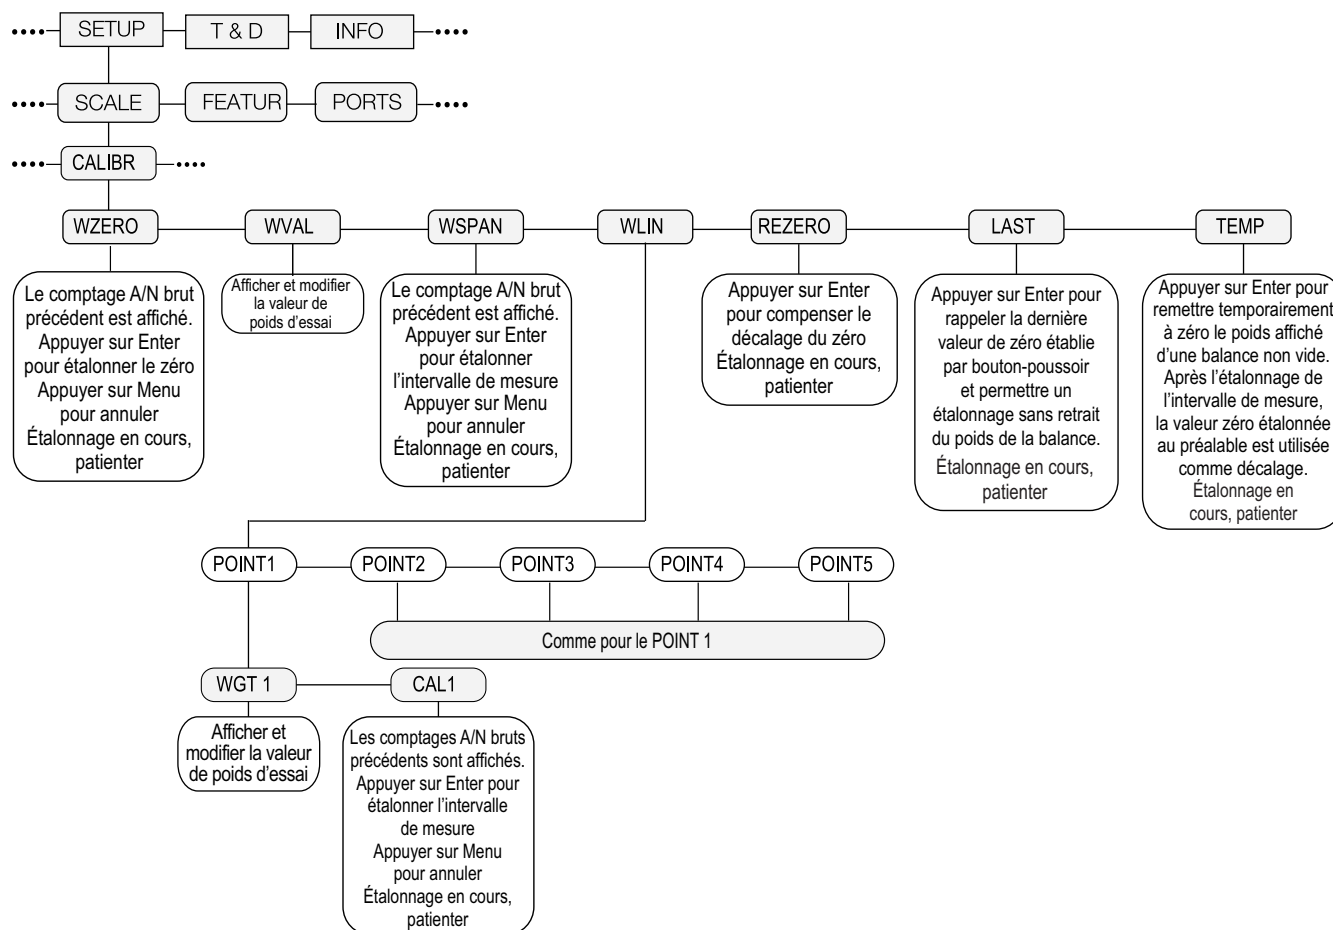

Figure 4-1. Menu Calibration (CALIBR)
1. Mettre l'indicateur en mode configuration à l'aide du commutateur de configuration situé à l'arrière de l'unité ; se reporter à la Figure 3-1, page 43, (ou utiliser la touche  si l'audit métrologique est activé), puis naviguer jusqu'à CALIBR ; se reporter à la Figure 4-1, page 68.